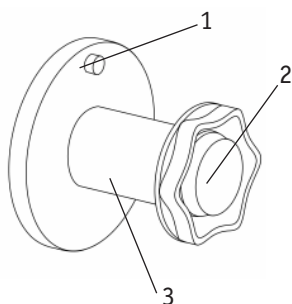
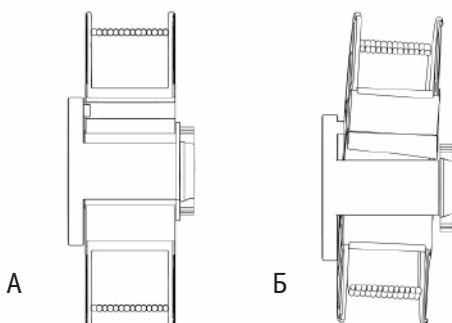

Рис. 8.4.2. Ось катушки.
Рис. 8.4.3. Установка катушки с проволокой D 300 на ось катушки.
2. Установите катушку с проволокой D 300 на ось катушки (см. рис. 8.4.2). Не допускайте перекоса катушки (см. рис. 8.4.3).
2. Установите катушку с проволокой совместите отверстие катушки и фиксатор адаптера, зафиксируйте её прижимной гайкой (см. рис. 8.4.2. п.2).